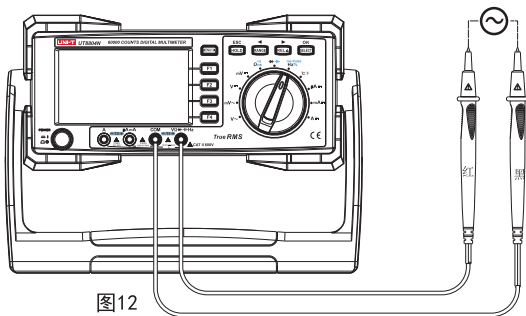

图12
- (1) 将红表笔插入“V”插孔，黑表笔插入“COM”。
- (2) 将仪表的旋转开关转到“ ms-Pulse ”测量档，按SELECT键选择频率测量档Hz或占空比%或脉冲宽度ms-Pulse，如图12，将表笔并联到待测信号源上。